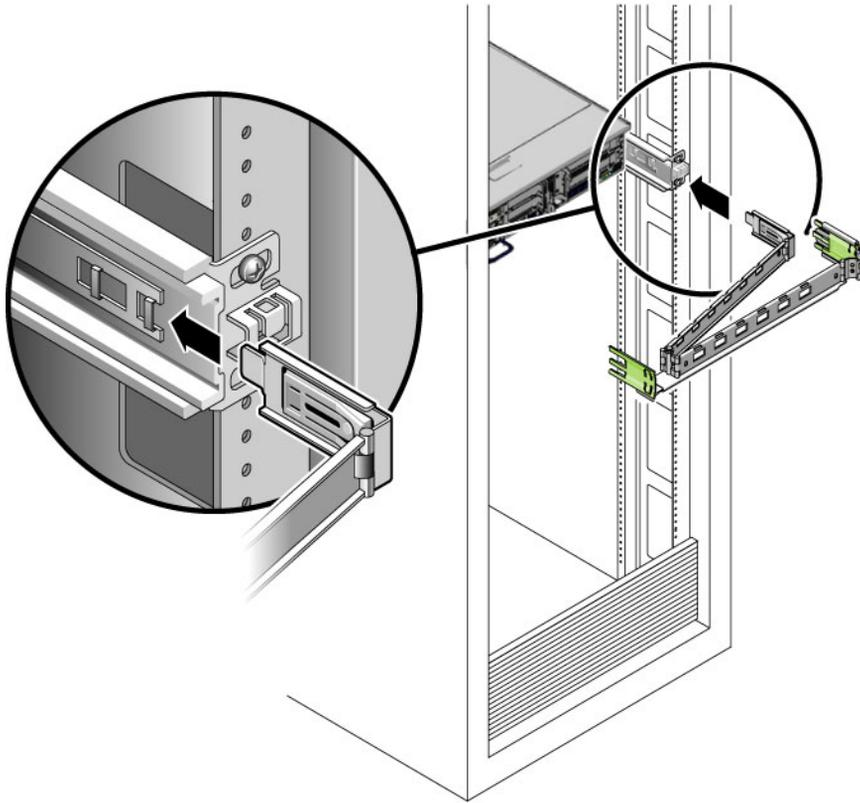

图 2-9 安装内 CMA 连接器
2. 将较小的扩展部分插入位于安装托架末端的锁定夹（图 2-9）。